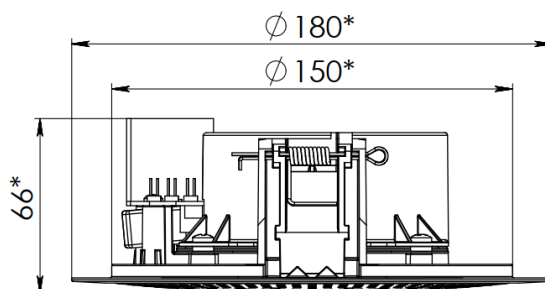
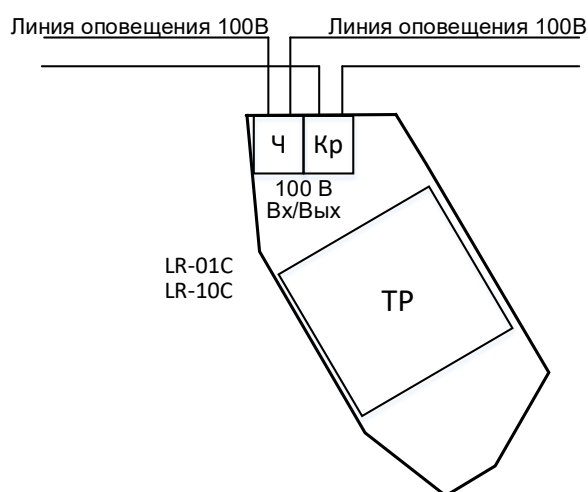

Рис.2. Габаритные и установочные размеры оповещателя
Рис.3. Схема подключения оповещателей LR-01C и LR-10C.
2.1.2. Габаритные и установочные размеры оповещателя представлены на рис.2, схемы подключения на рис.3.
- подключить провода линии оповещения к клеммам согласно схеме на рис.3, соблюдая принятую в линии полярность;